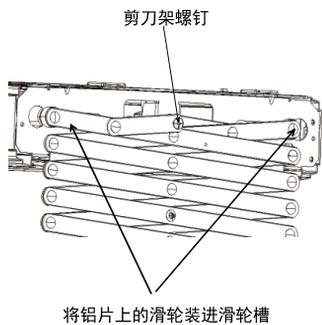
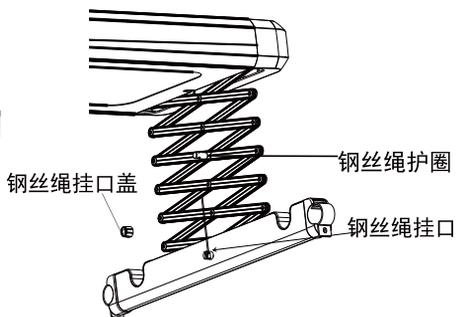

图 3
图 4
7. 安装剪刀架：先将剪刀架上端对准主机左右端，接着打上螺钉，（如图3所示），再将钢丝绳的圆钎头穿过钢丝绳的护圈内，最后套进衣杆支撑板的钢丝绳挂口内，接着套上钢丝绳挂口盖即可（如图4）。